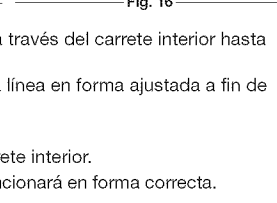

Fig. 17
- Coloque la palanca azul del obturador en la **Posición 2** (Fig. 17).
- Saque los cuatro (4) tornillos que sostienen la cubierta del silenciador / filtro de aire (Fig. 17). Use un destornillador de vástago plano o de broca Torx N° T20.
- Inserte los cuatro (4) tornillos en los orificios de la cubierta del silenciador / filtro de aire (Fig. 17) y ajústelos. No los ajuste demasiado.